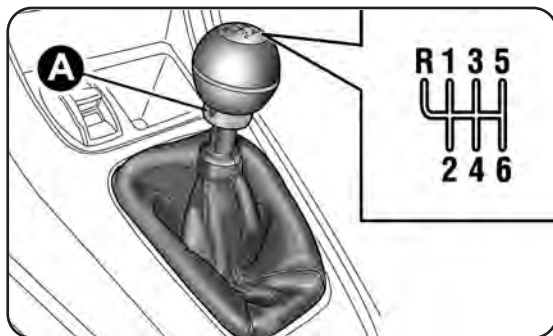

fig. 111
Para engranar las marchas, pise a fondo el pedal del embrague y ponga la palanca del cambio en la posición deseada (el esquema para acoplar las marchas está representado en la empuñadura de la palanca fig. 111).
Para meter la marcha atrás (R) desde la posición de punto muerto levante la anilla A-fig. 111 y al mismo tiempo mueva la palanca hacia la izquierda y luego hacia adelante.